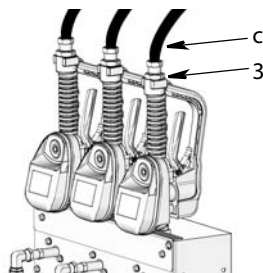

Рис. 17
2. Отсоедините распределительные линии для жидкости (с) от фитинга (3) (см. Рис. 17).